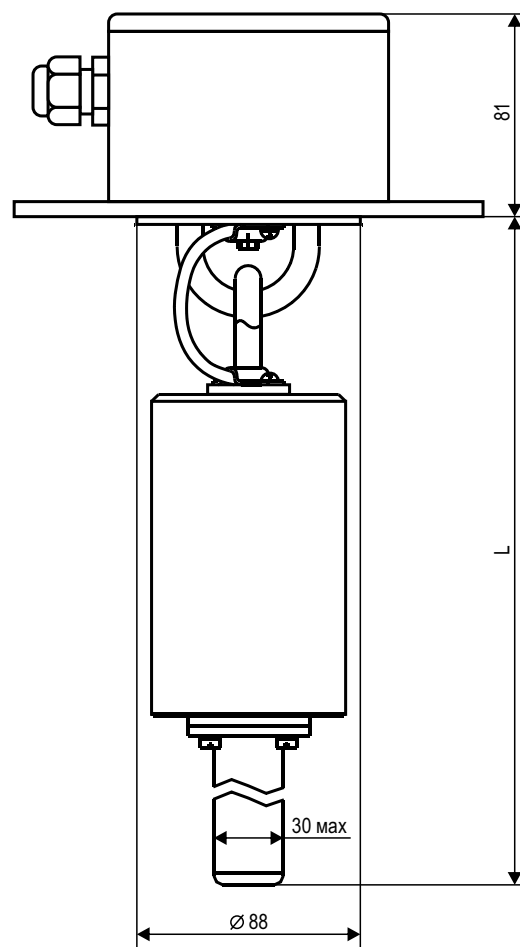

Рисунок 5 – Термоподвеска ТУР-01.30 - ТУР-01.59
- ТУР-01.30 – ТУР-01.59 – ЧЭ представляет собой трубчатую оболочку из гибкой пластиковой оболочки, армированной двумя стальными тросами и предназначена для эксплуатации в металлических и железобетонных емкостях (рисунок 5).